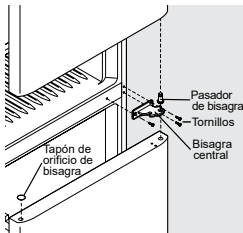

figura 3
5. Desenrosque el pasador de la bisagra central con una llave ajustable y déjelo a un lado (consulte la figura 3).
7. Retire los 3 tornillos de la bisagra central con un destornillador Phillips y coloque la bisagra central a un lado (consulte la figura 3).